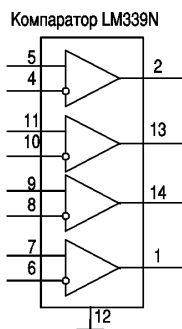

рис. 3
5. Проверить линейку компараторов. Руководствуясь структурной схемой и цоколевкой (рис. 3), измерить напряжение на входах и выходах компараторов. Если напряжение неинвертирующего входа больше инвертирующего, то выходное напряжение должно быть